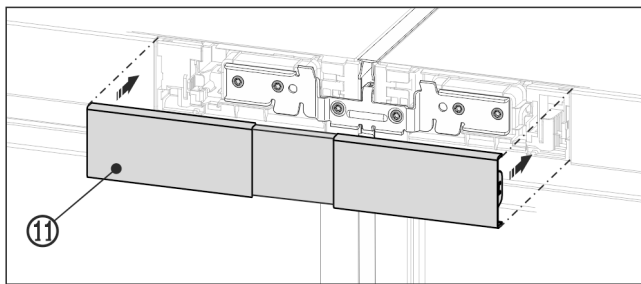

Fig. 24 Приблизне відображення
- Встановіть верхню кришку Fig. 24 (11) на відкритий проміжок між обома панелями блоку керування. Зверніть увагу, щоб зовнішні боки кришки були з'єднані урівень з панелями блоку керування.